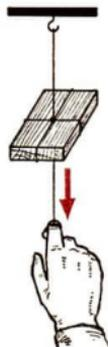

Bild 22/5
2. Lege ein dünnes Brettchen so auf den Tisch, daß ein Drittel über die Kante hinausragt! Bedecke den auf dem Tisch liegenden Teil mit einem Blatt Zeitungspapier und schlage mit dem Hammer auf den überstehenden Teil (Bild 22/4)! Was beobachtest du? Denke bei der Erklärung daran, daß auch die Luft ein Körper ist!